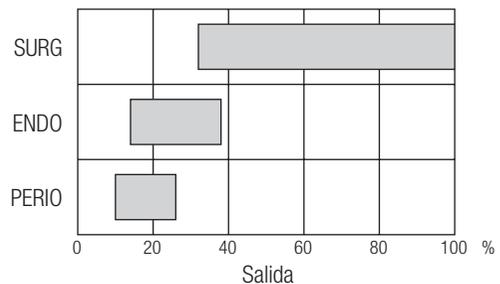

Fig. 24
\* Consulte la Fig. 24 para comparar las salidas de modos diferentes.
- 2) Cepille cualquier contaminante presente en la parte interna del área de la punta con un cepillo suave. (No utilice un cepillo metálico) Límpielo con un paño humedecido en alcohol. (Fig. 24)